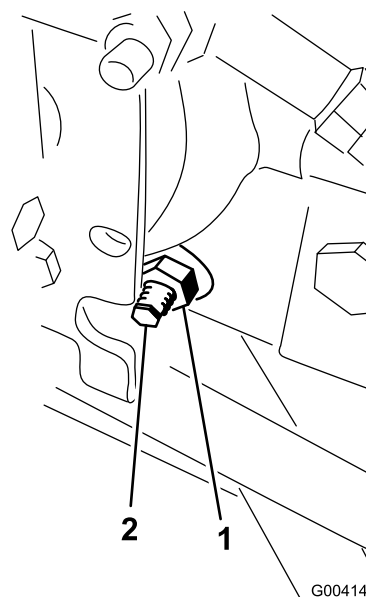

Figura 83
3. En el lado derecho del hidrostato, afloje la contratuerca de la leva de ajuste de tracción (Figura 83).